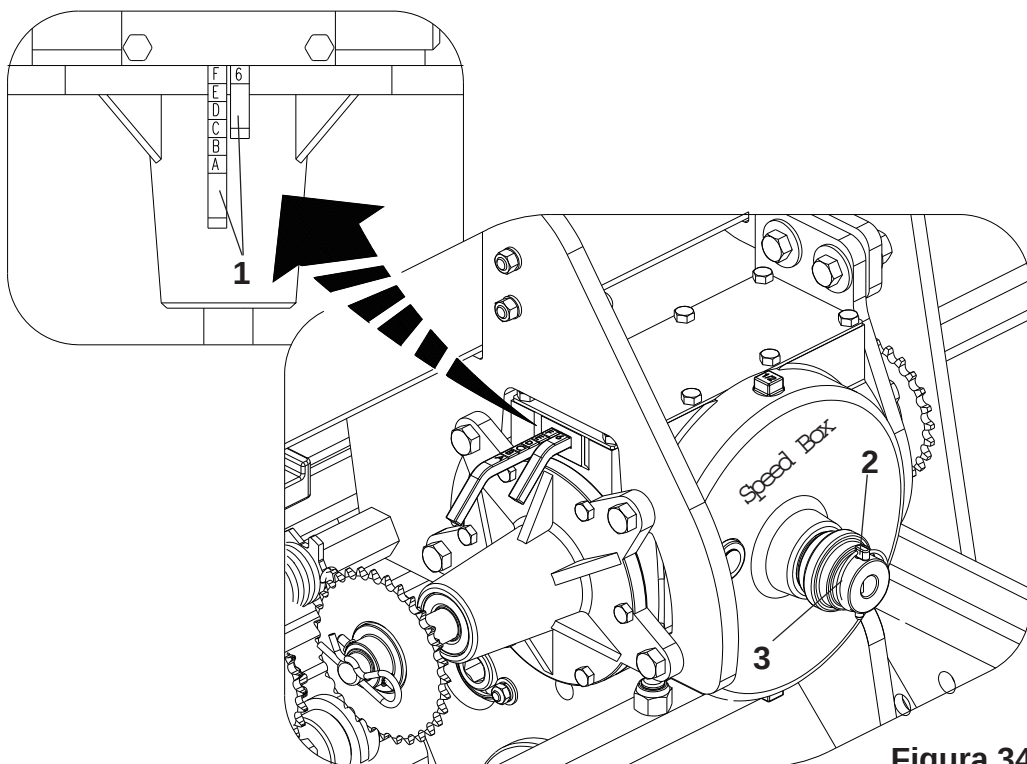

Figura 34
- 2 - Para colocar as alavancas (1) na posição “F 1”, retire a trava (2), puxe a manopla (3), em seguida regule os mesmos. Ao terminar a combinação, retorne a manopla (3) e recoloque a trava (2).
- 5 - O esticador (4) é dotado de mola de torção para maior flexibilidade do mesmo, se necessário maior pressão no esticador, gire a roseta (5) passando o engate da mola (6) para o outro dente da roseta. **Figura 34.**
- 2 - Para regulagens do adubo, selecione a quantidade desejada nas tabelas e verifique a combinação correspondente dos cursores (1). Exemplo : posição **F 2**, indica que ao cursor com letras deve estar na posição “**F**” e o cursor de números deve estar na posição “**2**”, conforme **Figura 34**.
- 3 - Para movimentar os cursores, retire a trava (2), puxe a manopla (3) , em seguida regule os mesmos. Ao terminar a combinação, retorne a manopla (3) e recoloque a trava (2).